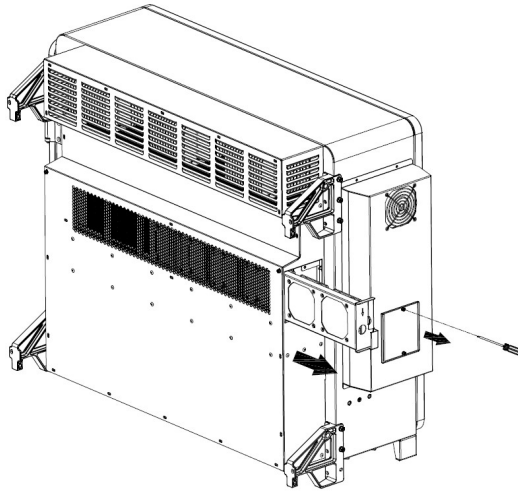

Figura 7-1 Remova a bandeja da ventoinha e a ventoinha
1. Use uma chave de fenda Phillips nº 2 para remover os parafusos que fixam a bandeja da ventoinha, conforme mostrado na Figura 7-1.